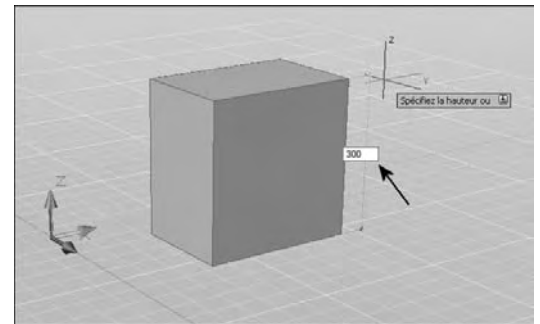

Fig.3.6
- 10 Entrez la hauteur en tapant la dimension. Par exemple : 300 (fig.3.6).